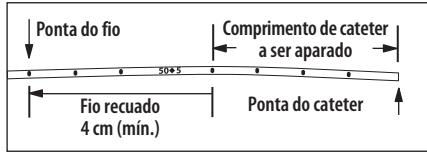

Figura 2
7. Faça recuar o fio de colocação através do septo para que o fio recue 4 cm, no mínimo, para trás do local onde o cateter foi cortado (ver Figura 2).